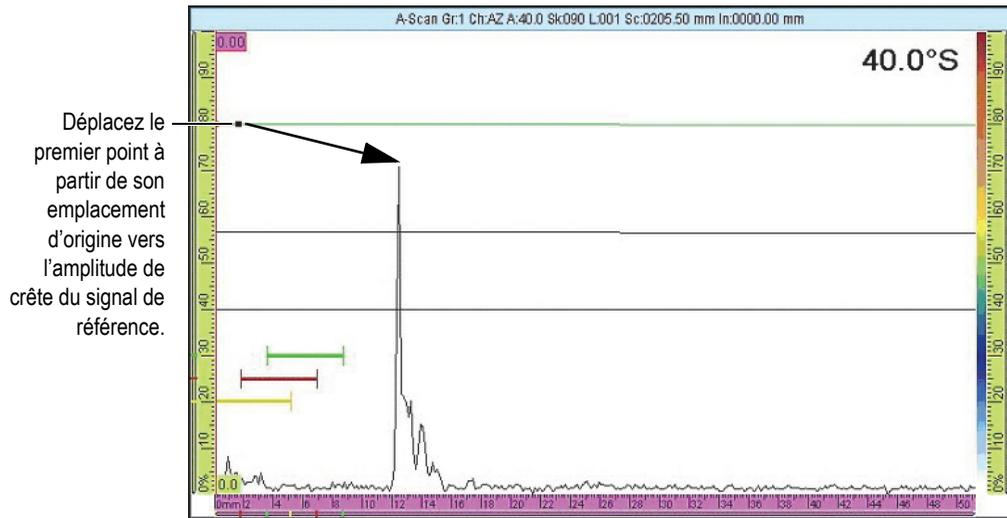

Figure 6-6 Premier point sur la courbe DAC
3. Placez la sonde de façon à obtenir l'amplitude de signal maximale du réflecteur de référence correspondant au premier point à ajouter sur la courbe DAC (voir la Figure 6-6 à la page 182).